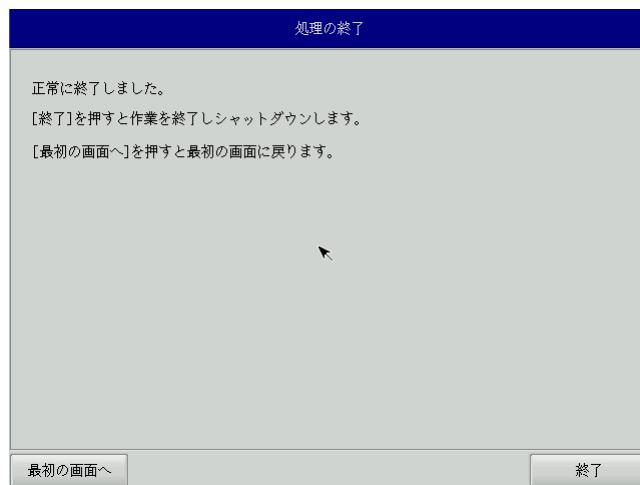

図6-4-7. 終了画面
- ⑫ 終了画面（図6-4-7）が表示されるとバックアップファイルの書き込みは完了です。[終了]ボタンを押して電源を落とし、DVDドライブ、保存メディアを外します。